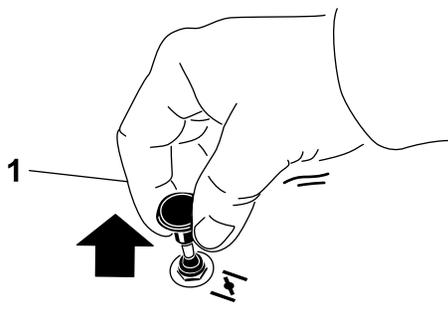

Figure 17
2. Tirez sur la commande de starter pour engager le starter avant d'utiliser le commutateur d'allumage (Figure 17).
3. Poussez sur la commande pour désengager le starter lorsque le moteur a démarré (Figure 17).